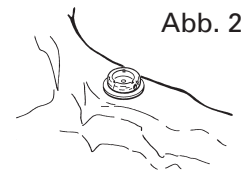

Abb. 2
2. Setzen Sie einen weißen Platzhalter zum Ausblocken (636070 Packung) über die Spitze jedes Locator-Aufbaus (Abb. 2). Dieser Platzhalter ist dazu da, den Platz direkt um das Implantat herum auszublocken. Der entstehende Platz erlaubt die volle, elastische Funktion der drehbaren Metallkappe auf der Locator Patrizie.